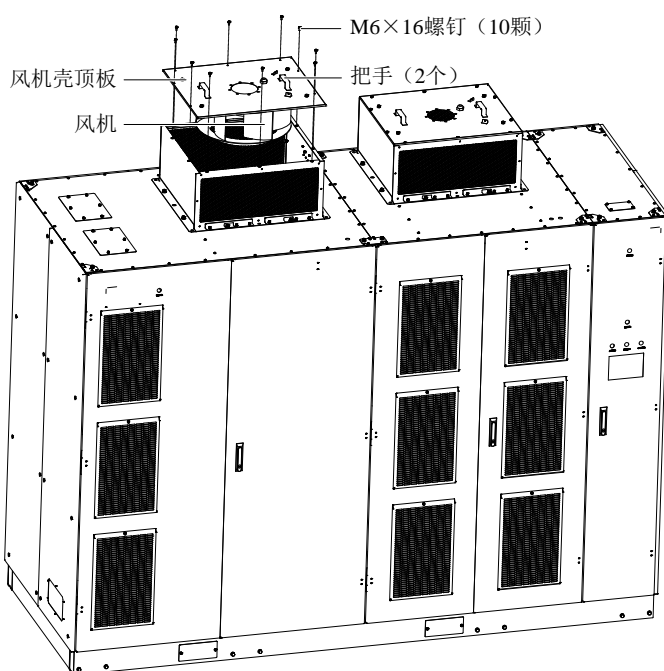

图9-6 拆除风机壳顶板和风机
4. 拆除风机壳顶板上的 10 颗 M6×16 螺钉，提起风机壳顶部的 2 个把手，将旧风机连同风机壳顶板从变频器上拆下，如图 9-6 所示。